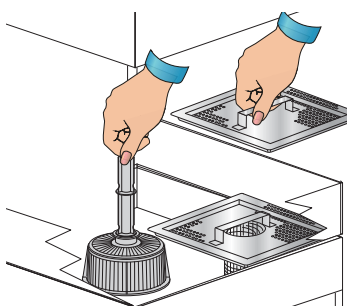

Fig. 1
• Controllare che il filtro aspirazione pompa sia ben alloggiato nella propria sede sul fondo della vasca (vedi fig. 1).
• Inserire il tubo di troppopieno nell'apposita sede all'interno del filtro aspirazione pompa (vedi fig. 1).
• Inserire, se presenti, i filtri di superficie (vedi fig. 1).